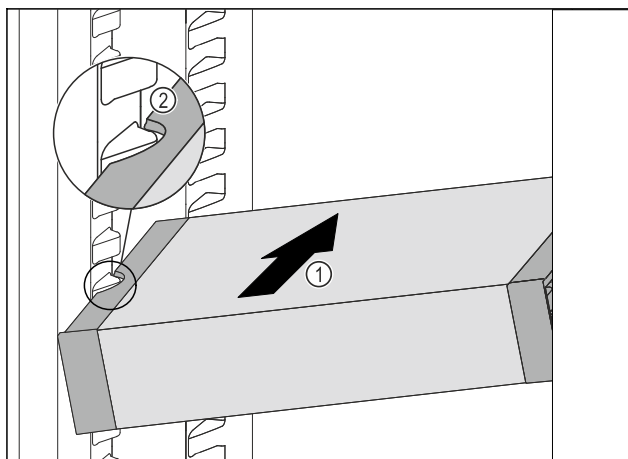

Fig. 75
- ▶ Zasuňte VarioSafe do chladničky pod úhlem tak Fig. 75 (1), aby vybrání na bocích Fig. 75 (2) VarioSafe byla na úrovni žebrování na nádoby v chladničce.